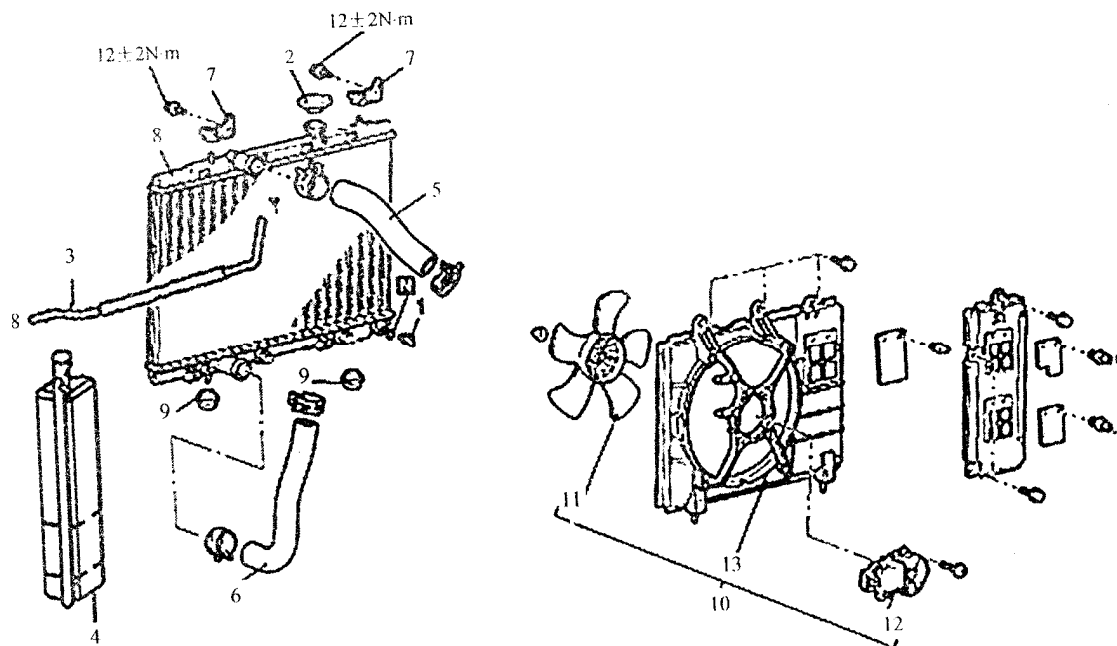

图 8-12
3) 拆卸步骤 (见图 8-12)
电子扇总成的拆卸步骤参见图 8-12: